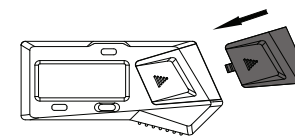

fig.3
---Cierre la tapa de la batería (fig. 3)